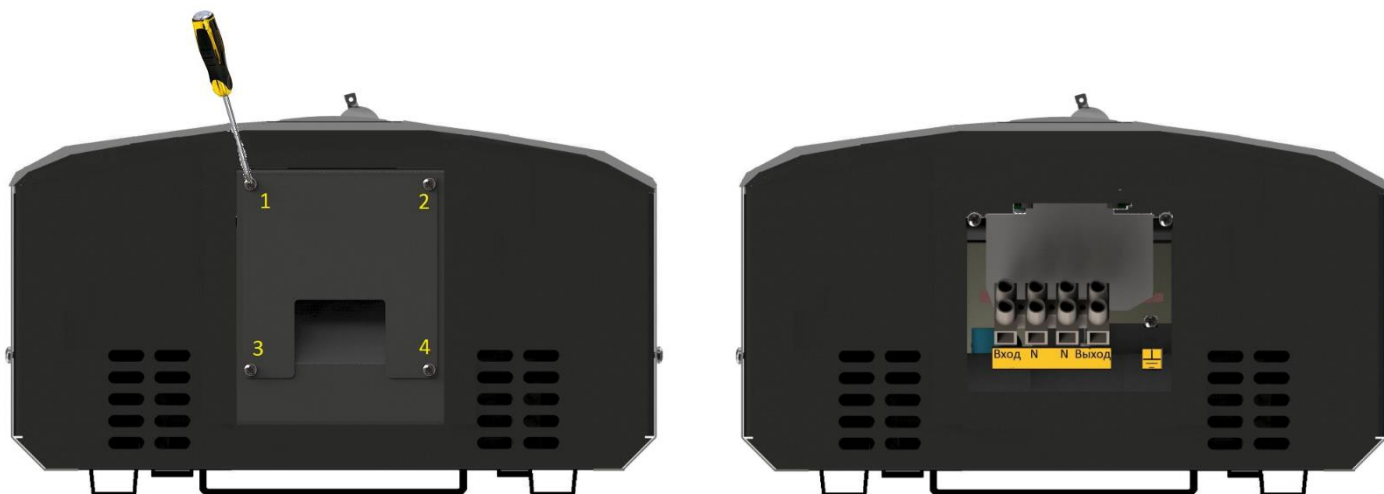

Рисунок 9. Схема снятия защитной крышки снизу корпуса стабилизатора
2. При помощи отвертки открутить 4 винта защитной крышки с нижней части стабилизатора для доступа к клеммной колодке (см. рисунок 9)
При нажатии на правую (позиция 2 на рис.9) кнопку в **основном режиме** на экране по очереди появляются следующие параметры:
При нажатии на левую (позиция 1 на рис.9) кнопку в **основном режиме** на экране по очереди появляются те же параметры, но в обратном порядке.
Для входа в **дополнительный** режим индикации необходимо нажать на среднюю кнопку (позиция 3 на рис.9) в момент нахождения индикатора в основном режиме индикации.